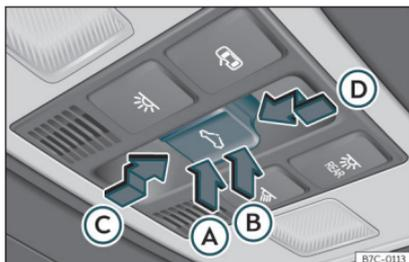

Fig. 89 Nel rivestimento interno del tettuccio: tasto del tettuccio di vetro.
Il tasto  fig. 89 presenta due livelli. Nel primo livello è possibile porre il tettuccio di vetro in posizione di deflettore e aprirlo o chiuderlo, completamente o parzialmente.
- *Tettuccio in vetro*: approssimativamente 5 secondi dall'attivazione della protezione anti-trappola, premere il tasto  **fig. 89** fino al secondo livello nel senso della freccia **>>> fig. 89**  finché il tettuccio non si sarà chiuso completamente.